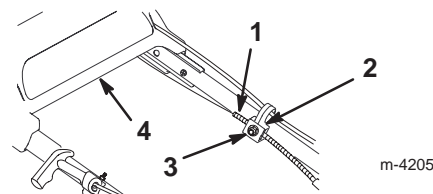

Figure 20
3. Desserrez l'écrou du support de guidage du câble (Fig. 20).
6. Baissez la gaine du câble (vers la tondeuse) pour éliminer le mou du câble (Fig. 20).
7. Tout en maintenant la gaine dans cette position, desserrez le support de transmission et serrez l'écrou sur le support du câble (Fig. 20).